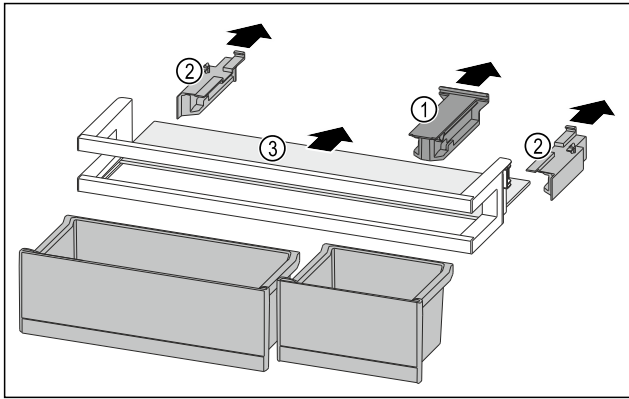

Fig. 152
- ▶ Halteteil Fig. 152 (1) abziehen.
- ▶ Seitenteile Fig. 152 (2) abziehen.
- ▶ Abstellfläche Fig. 152 (3) entnehmen.